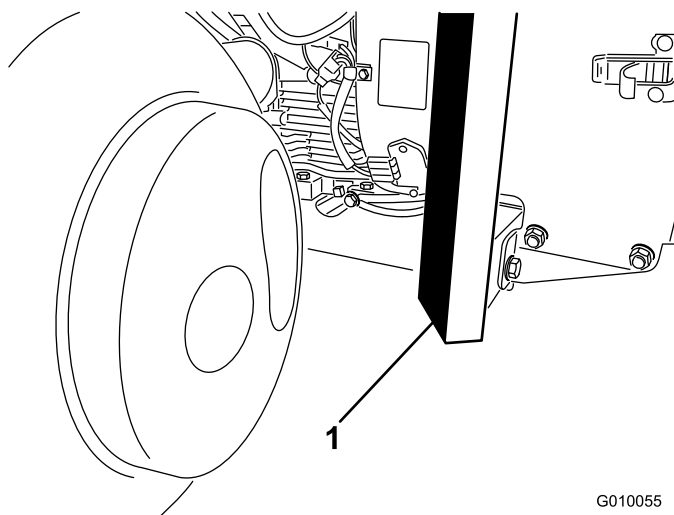

Figure 37
3. Placez le cric solidement sous l'avant du cadre (Figure 37).